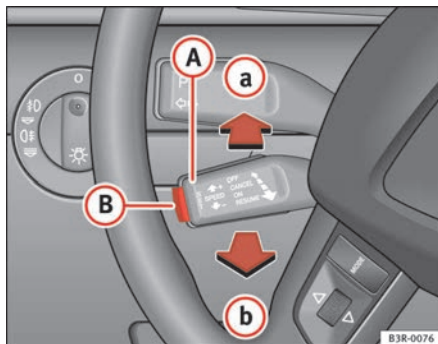

Abb. 144 Bedienungselemente der Geschwindigkeitsregelanlage
- drücken Sie den Hebel (A) ⇒ Abb. 144 bis auf die Position (a) (nicht gerastet).